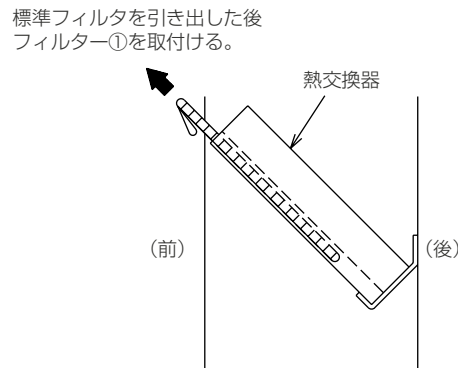

図2
- ②標準フィルタを斜め上方に引き出してください。…図2
- ③フィルターの取手の向きに注意してフィルター①を標準フィルターを取外した時と逆の手順で取付けてください。…図2
- ④前パネル（下）を元通り取付けてください。